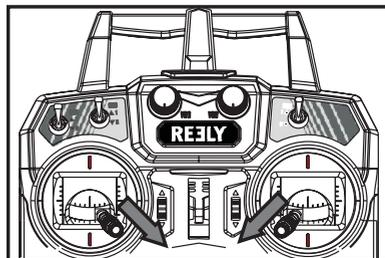

Figura 23
- Spostare lo stick sinistro verso destra e in basso e contemporaneamente lo stick destro verso sinistra e in basso (vedere figura 23).